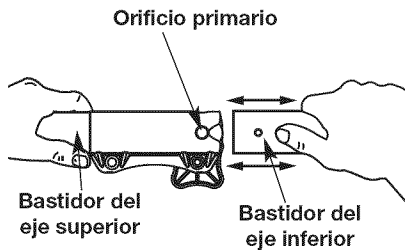

Fig. 10
3. A la vez que sujeta la caja del eje superior, tire del accesorio de corte o cualquier otro accesorio recto hacia afuera del acoplador Convertible™ (Fig. 10).
**PRECAUCIÓN:** Antes de operar esta unidad, cerciúrese de que el botón de liberación esté completamente encajado en el orificio principal (Fig. 10) y de que la perilla de ajuste (Fig. 11) esté firmemente apretada.
2. A la vez que sostiene firmemente el accesorio de corte u otro accesorio, empujelo derecho hacia el interior del acoplador Convertible™ hasta que el botón de desconexión encaje sólidamente en el orificio principal (Fig. 10).